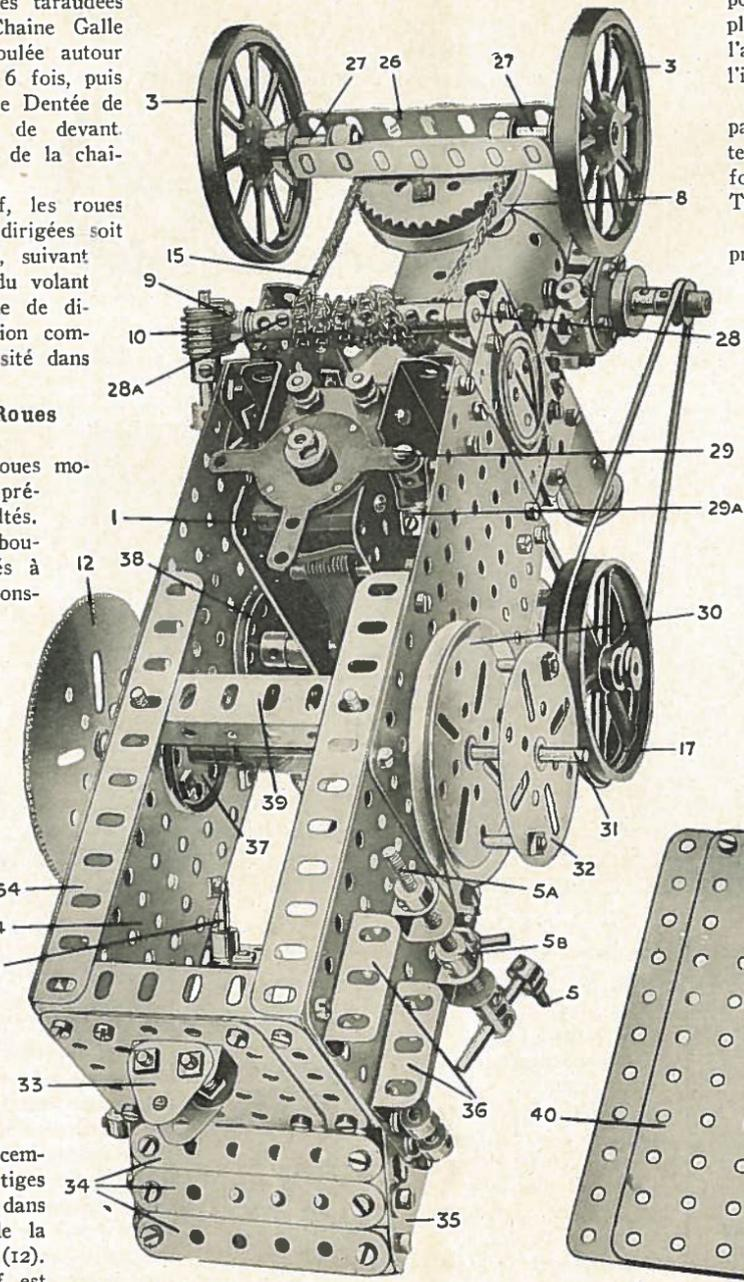

Fig. 5. — Vue de dessous, montrant le mécanisme de direction et le Moteur Electrique.
DANS notre numéro du mois passé nous avons décrit la construction du châssis principal du Tracteur Meccano et nous sommes occupés de tous les détails de la Chaudière et du Moteur, ainsi que du mécanisme de freinage. La fig. 4 du présent numéro représente le modèle vu d'en haut, ce qui met en évidence les engrenages et le moteur, tandis que la vue du modèle complet prise d'en bas (fig. 5) montre très clairement la position du Moteur, ainsi que les engrenages de direction et de freinage. Après avoir construit la partie du Moteur et de la Chaudière et l'avoir ajustée à la partie de derrière du modèle, comme nous l'avons décrit le mois dernier, il faut passer à la construction du mécanisme commandant le mouvement du modèle.
Les roues motrices de devant 3 (fig. 5), qui consistent en Roues de 75 mill., sont montées sur les Tringles de 38 mill. (27) passées dans les trous d'une Bande Courbée de 90 x 12 mill. Celle-ci est fixée à l'intérieur d'une cornière en « U » formée de deux Cornières de 9 cm. (26) boulonnées ensemble, comme on le voit sur la fig. 5. Les extrémités intérieures des Tringles sont passées dans des Equerres boulonnées aux Cornières et sont tenues en place par des Colliers fixés aux Tringles contre les Equerres. Ce dispositif est montré sur la fig. 5.
Le Boudin de Roue 8 (fig. 5) est fixé aux Cornières 26 par des Boulons passés à travers une Roue Dentée de 5 cm.; une Tringle de 38 mill. fixée à celle-ci joue le rôle d'un pivot pour l'essieu de devant. La Tringle est passée dans une Bande à double Courbure 8a (voir fig. 2 dans notre numéro de décembre) boulonnée au-dessous de la Chaudière et est tenue librement en position au moyen d'un Collier placé sur la Tringle à l'intérieur de la
passée dans des Supports Doubles boulonnés à la paroi latérale du châssis de la partie arrière du modèle (voir aussi fig. 3, M.M. de décembre). La Tringle de direction 11 porte à son extrémité inférieure une Vis sans fin 10 (fig. 5) qui engage un Pignon de 19 mill. (9) sur une Tringle de 9 cm. (28), cette Tringle étant passée dans des Bandes de 38 mill. boulonnées aux plaques latérales du châssis (voir aussi fig. 3, M.M. de décembre).
La Tringle 28 porte plusieurs Accouplements et Colliers 28A (fig. 5) dont les chevilles taraudées servent à saisir une Chaine Galle de 40 cm. qui est enroulée autour des accouplements 5 ou 6 fois, puis passée autour de la Roue Dentée de 5 cm. fixée à l'essieu de devant. Naturellement, les bouts de la chaîne sont joints ensemble.
En plaçant la roue sur la Tringle 31 (fig. 5 et fig. 3 du n° de décembre), on verra que les tiges des boulons entreront dans les trous des fentes de la Roue dentée de 9 cm. (12). Le but de ce dispositif est d'assurer une plus forte prise à la roue motrice, que si elle était simplement fixée
par les vis d'arrêt des Roues-Barillets fixées aux Disques à moyeu. Quant à la roue motrice gauche, il faut l'écartier de la paroi du châssis de la partie arrière du modèle afin de laisser l'espace nécessaire à la rotation libre du volant 17 (fig. 4). A cette fin on passe sur la Tringle 31 un plateau central de 6 cm. (32) (fig. 5) portant deux Chevilles filetées et sa vis d'arrêt est fixée de façon à ce que les Chevilles filetées engagent les fentes ou les trous du tambour de frein 30.
On voit la poignée 71 commandant le Moteur Electrique de 4 volts sur la fig. 4. En tirant ou poussant la poignée on peut mettre en marche le Moteur, l'arrêter ou le renverser. La poignée, qui est formée d'une Tringle de 25 mill. passée dans un Support de Rampe, est fixée par un Accouplement à une Tringle de 11 cm. et demi qui porte à son extrémité inférieure un Accouplement à Cadran 29A (fig. 5) pivoté à l'aide d'un Boulon 29 à l'un des bras de l'interrupteur du Moteur.
soute. On voit ces Colliers sur la fig. 4. Afin de compléter l'extérieur réaliste du modèle, on y ajoute des marches 36 (fig. 5) formées de Cornières de 38 mill. qu'on boulonne aux Plaques du châssis principal.
Une fois la construction du modèle achevée, on peut placer un Accumulateur Meccano de 4 volts-8 ampères dans l'emplacement qui lui est réservé dans la partie arrière du modèle, comme on le voit sur la vue générale du modèle (fig. 5, ainsi que fig. 1 du n° de décembre), les bornes en étant jointes par deux fils isolés